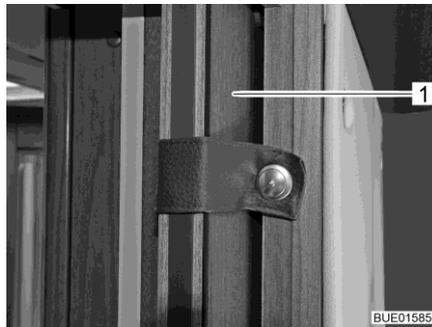
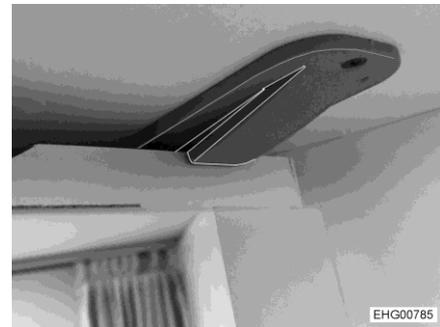

Fig. 10 Puerta corredera (ejemplo)
Fig. 11 Pestaña del baño Vario
- Retener las puertas (Fig. 10,1) o los paneles separadores con los dispositivos de bloqueo o medios de fijación presentes (Fig. 11 muestra la pestaña del baño Vario).